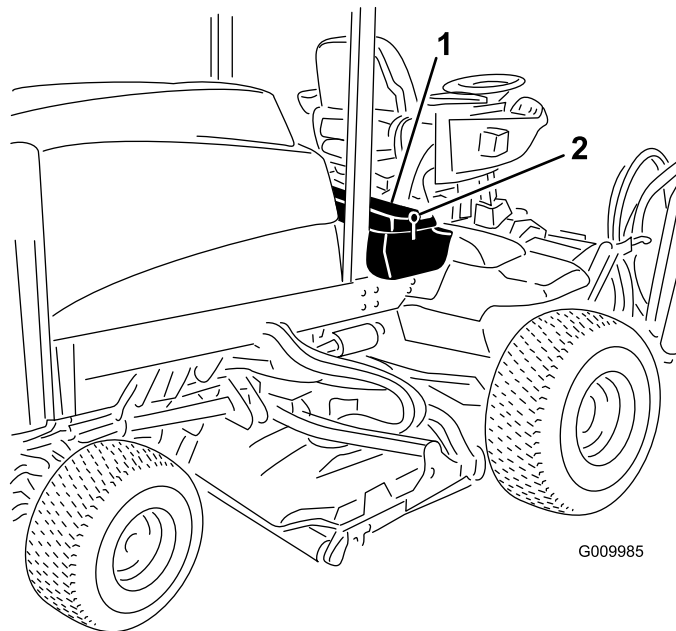

Figura 75
1. Desenganche y levante el panel de la consola del operador (Figura 75).